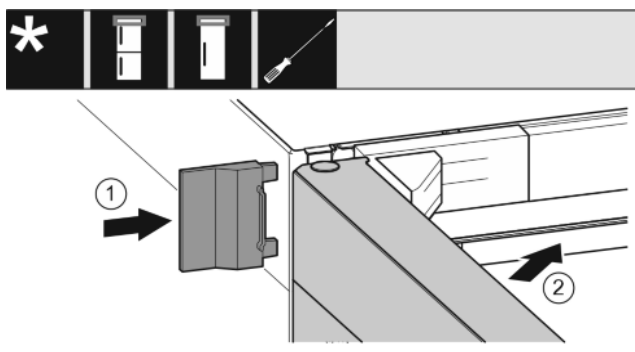

Fig. 19
- ▶ Wsunąć zewnętrzną osłonę. Fig. 19 (1)
- ▶ Zamknąć górne drzwi. Fig. 19 (2)